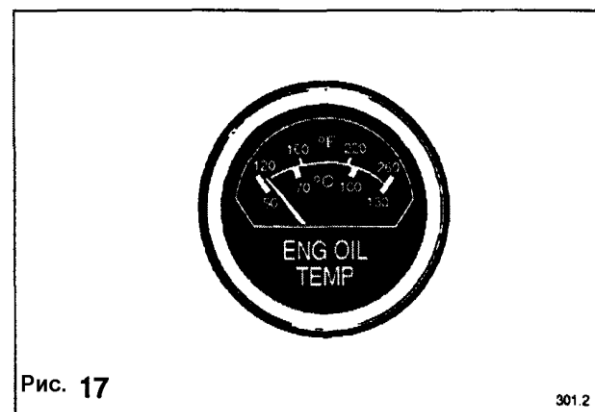

Рис. 17
Для защиты приборной панели установлен предохранитель 2 А, чтобы вынуть предохранитель (1) выверните его держатель (2) (см. рис. 17)